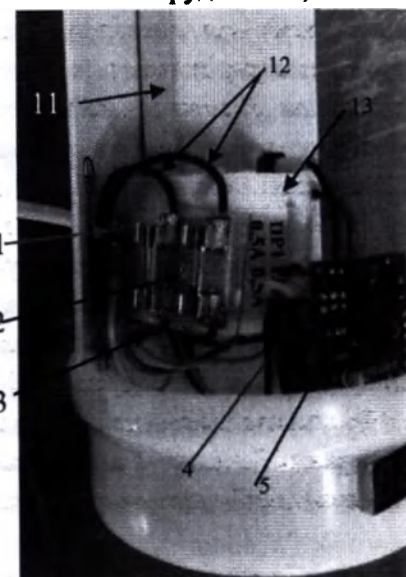
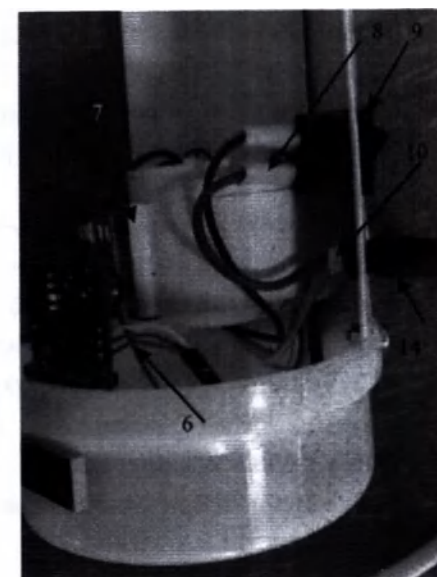

Рисунок 7
Рисунок 8
12.2.2 Плавкие предохранители установлены на отдельной плате, которая расположена в электронном отсеке (Рис.7. поз.2). Тип доступа к предохранителям – при помощи инструмента.
- снять защитный уголок (Рис. 7 поз.11), для этого открутить винт на лицевой стороне основания облучателя, в центре;
- открутить скобу крепления блока питания (Рис. 8 поз.7) для этого открутить винт крепления скобы и держателя, снять держатель;
- сдвинуть скобу крепления с блоком питания ЭПРА (Рис. 8 поз.7) таким образом, чтобы обеспечить доступ к клемме заземления;
- отсоединить заземляющий провод шнура питания (желто-зеленого цвета) от клеммы заземления (Рис. 7 поз.1) с помощью отвертки;
- с помощью паяльного оборудования отсоединить от платы предохранителей сетевой провод синего цвета (Рис. 7 поз.3) и от выключателя провод коричневого цвета (Рис. 8 поз.3)
- извлечь сетевой провод из сетевой втулки (Рис.8 поз. 14);
13.3.3 Замена сетевого выключателя (Рис. 8 поз.9).
- извлечь перегоревший предохранитель из держателей, установленных на плате предохранителей (Рис. 7 поз.2)